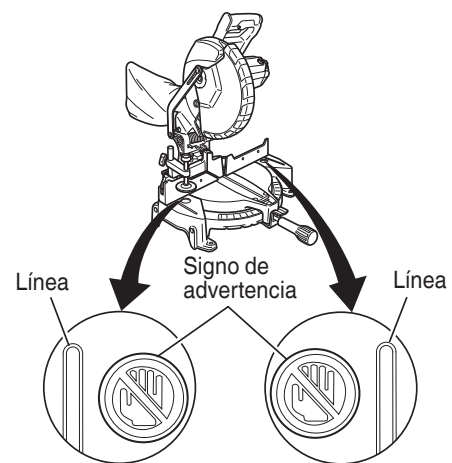

Fig. 13
- * No coloque nunca sus miembros dentro de la línea cerca del signo de advertencia mientras esté utilizando la herramienta. Esto podría resultar peligroso (consulte la Fig. 13).